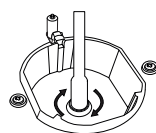

Figura 3
4. Togliere l'iniettore come indicato nella figura 3 con un cacciavite, quindi sostituire con uno nuovo.